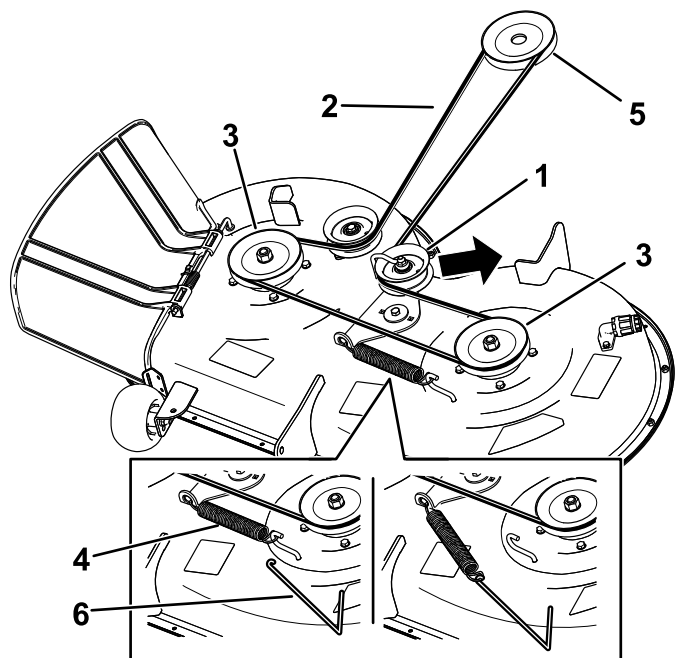

Figura 57
- Șurub (3)
- Utilizând un instrument de îndepărtare arcuri (nr. piesă Toro 92-5771), îndepărtați arcul rolei de ghidare din cârligul punii pentru a detensiona fulia rolei de ghidare și îndepărtați cureaua de pe fulii (Figura 57).
- Amplasai cureaua nouă în jurul fuliilor motorului și ale mainii de tuns iarba (Figura 57).
- Utilizând un instrument de îndepărtare arcuri (nr. piesă Toro 92-5771), montați arcul rolei de ghidare pe cârligul punii și tensionați fulia rolei de ghidare și cureaua mainii de tuns iarba (Figura 57).